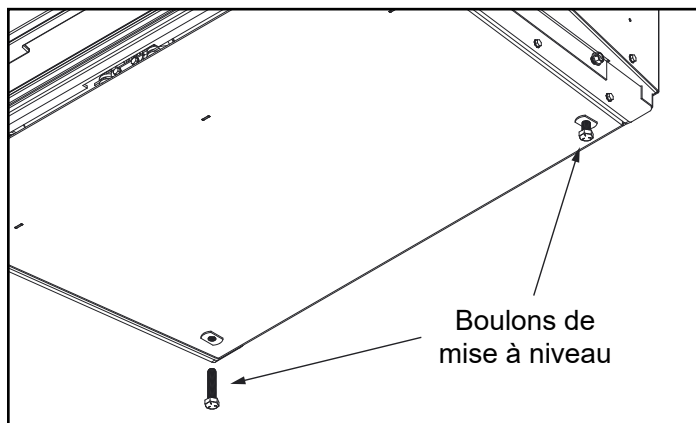

Figure 22.4
1. Si nécessaire, installez et ajustez les niveleurs de pied au besoin. **Figure 22.4**.